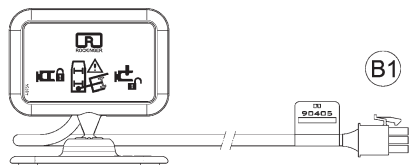

Fig. 2
- 1 x display con cavo di collegamento (fig. 2).